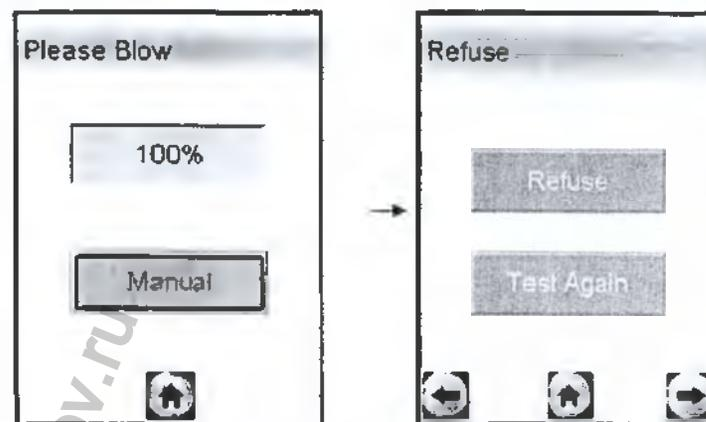

Рисунок 14 – Смена окон при отсутствии выдоха
2.7.16 Если при выполнении 2.7.6 настоящего РЭ выдох не был сделан своевременно, то окно готовности к отбору пробы «Please Blow» (рисунок 14, слева) через 30 секунд сменится окном «Refuse» (рисунок 14, справа).
2.9.1 Если выдох не был сделан своевременно, то окно готовности к отбору пробы «Please Blow» через 30 секунд сменится окном «Refuse» (рисунок 14).